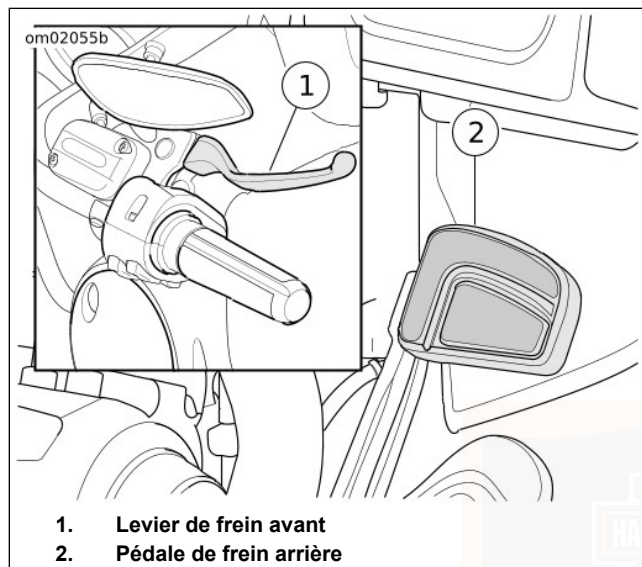

Figure 38. Commandes de freinage
Voir Figure 38 . Le levier de guidon de frein avant (1) commande le frein de la roue avant. Le levier se situe sur la droite du guidon. Actionner le levier de guidon avec les doigts de la main droite.
Voir Figure 38 . La pédale de frein arrière (2) commande le frein de la roue arrière. La pédale se situe sur la droite du guidon. Actionner la pédale de frein arrière avec le pied droit.